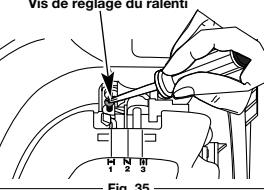

Fig. 35
La vitesse de ralenti du moteur est réglable à l'aide d'une vis de réglage accessible par un trou situé sur le dessus du couvercle du moteur (Fig. 35).
2. Relâchez la manette des gaz et laissez le moteur tourner au ralenti. Si le moteur s'arrête, insérez un tournevis cruciforme entre la couverture du filtre à air et celle du moteur (Fig. 35). Tournez la vis de ralenti dans le sens des aiguilles d'une montre, 1/8 de tour à la fois (selon le besoin) jusqu'à ce que le moteur tourne au ralenti sans à-coups.